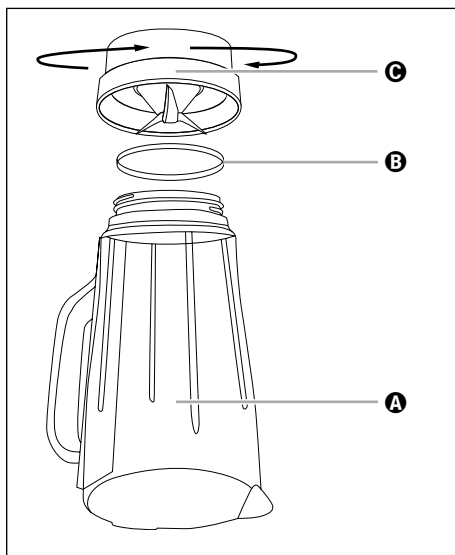

Fig. 4
- 2) Așezați aparatul cu capul în jos și rotiți componenta de plastic **C** a recipientului de amestecare **3** în sens antiorar, astfel încât să se poată desprinde de componenta de sticlă **A** a recipientului de amestecare **3** (a se vedea fig. 4).